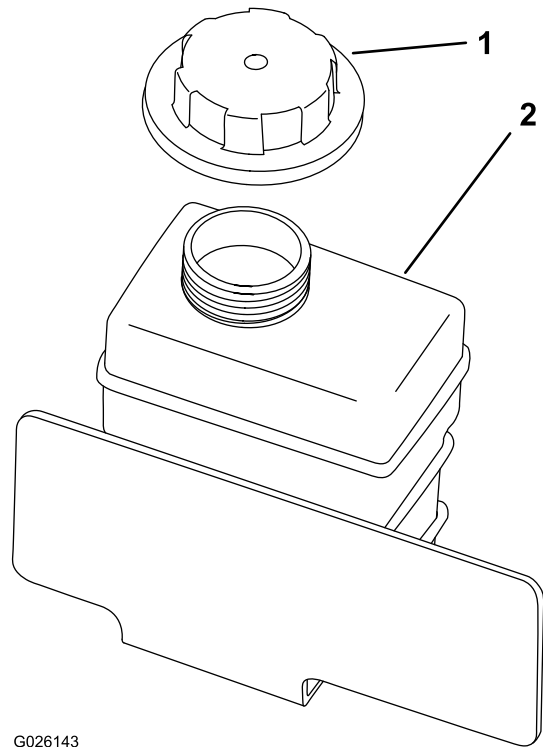

Figure 62
4. Enlevez le bouchon du vase d'expansion (**Figure 62**).